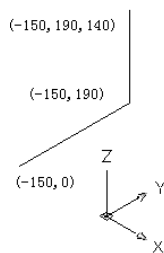

图 15-142 绘制中心线
- 03** 选择菜单【绘图】|【三维多段线】命令，使用坐标输入法绘制弯管中心线，结果如图 15-142 所示。